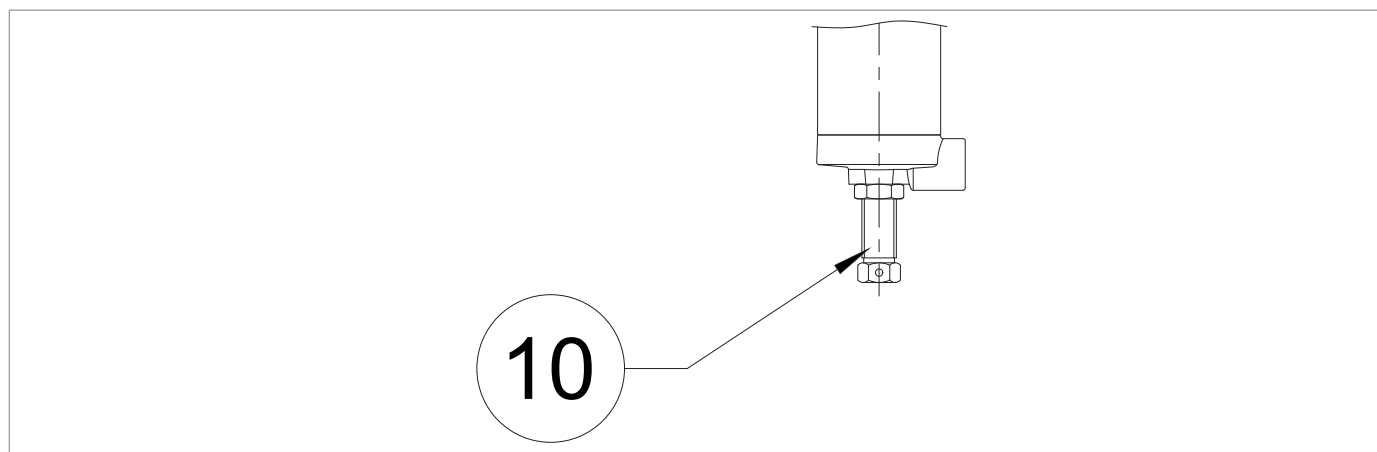

Fig. 8.25.
Agire sulla vite di regolazione (10) della Fig. 8.25 per impostare il valore della pressione di taratura massima:
Agire sulla vite di regolazione (10) della Fig. 8.25 per impostare il valore della pressione di taratura minima:
15	Bloccare la vite di regolazione (Fig. 8.25, rif. 10) con il dado di fissaggio del pilota (3).